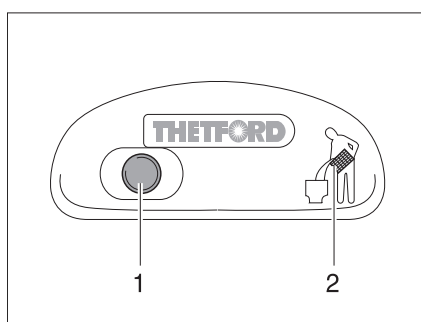
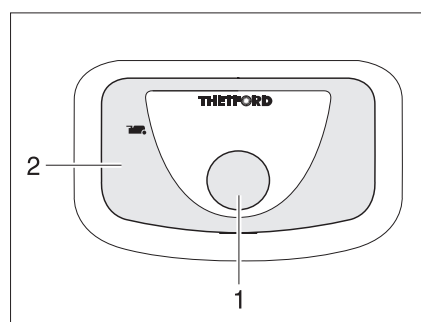

Fig. 236 Botón del inodoro/luz de control del inodoro Thetford
Fig. 237 Botón del inodoro/luz de control del inodoro Thetford (alternativa)
- Para lavar, pulsar el botón del inodoro azul (Fig. 236,1 ó Fig. 237,1).
La luz de control (Fig. 236,2 ó Fig. 237,2) se enciende cuando es necesario vaciar el cassette Thetford.